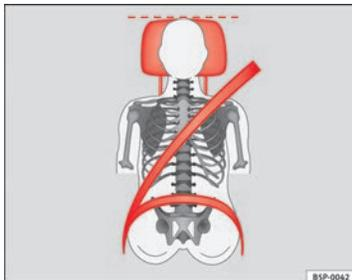

Fig. 13 Faixa do cinto de segurança e do encosto de cabeça regulados correctamente, vistos de frente
- A faixa superior do cinto de segurança tem de passar sensivelmente por cima do meio do ombro e nunca por cima do pescoço ou do braço. O cinto de segurança tem de ficar bem cingido ao tronco do ocupante ⇒ Fig. 13.